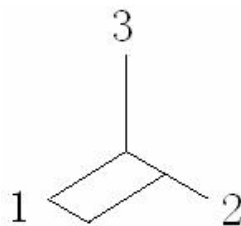

图 9.1
**说明：**该坐标系，如图 9.1 所示，默认时为整体坐标系，需要用户自行定义所需的坐标系。可以有直角坐标、柱坐标、球坐标三种形式，上述<2、Local Coordinate System>中的局部坐标系可以用作结果转换坐标系。